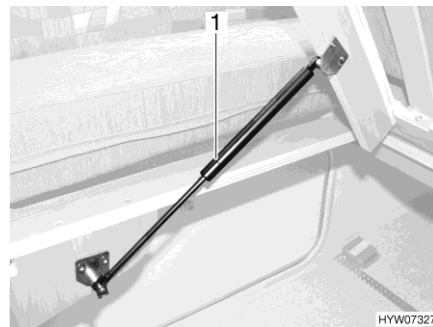

Bild 76 Festes Bett
- Lattenrost anheben. Die Gasdruck-Federn (Bild 76,1) halten den Lattenrost in geöffneter Stellung.